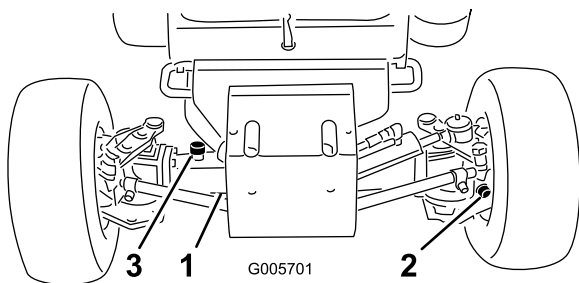

Bild 31
- Entfernen Sie die Prüfschrauben aus der Achse und stellen Sie sicher, dass der Schmierstoff die Unterseite aller Löcher erreicht. Wenn das Niveau niedrig ist, nehmen Sie die Füllschrauben ab und füllen Sie ausreichend Schmiermittel ein, um das Niveau auf die Unterseite der Prüfschraubenlöcher anzuheben (Bild 31).